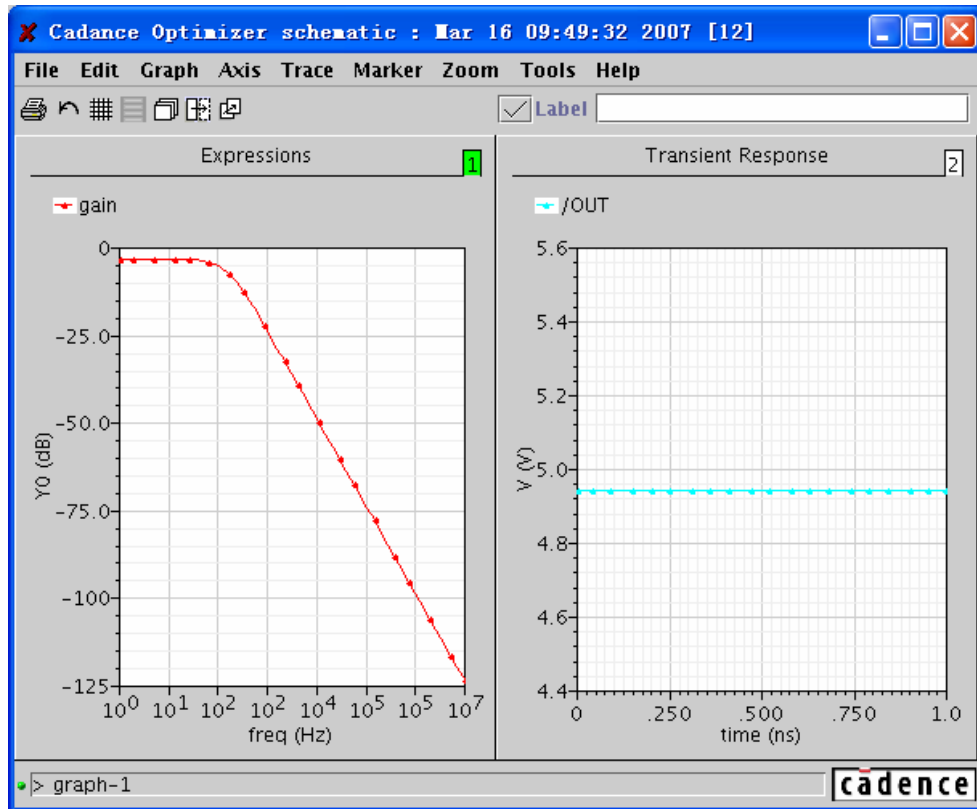

图 12.3 选择“Graph” → “Layout Horizontal”得到横向排列子窗口
- 选择“Graph” → “Layout Horizontal”，得到如图 12.3 所示的窗口。采用该方式时，子窗口将成横向排列。